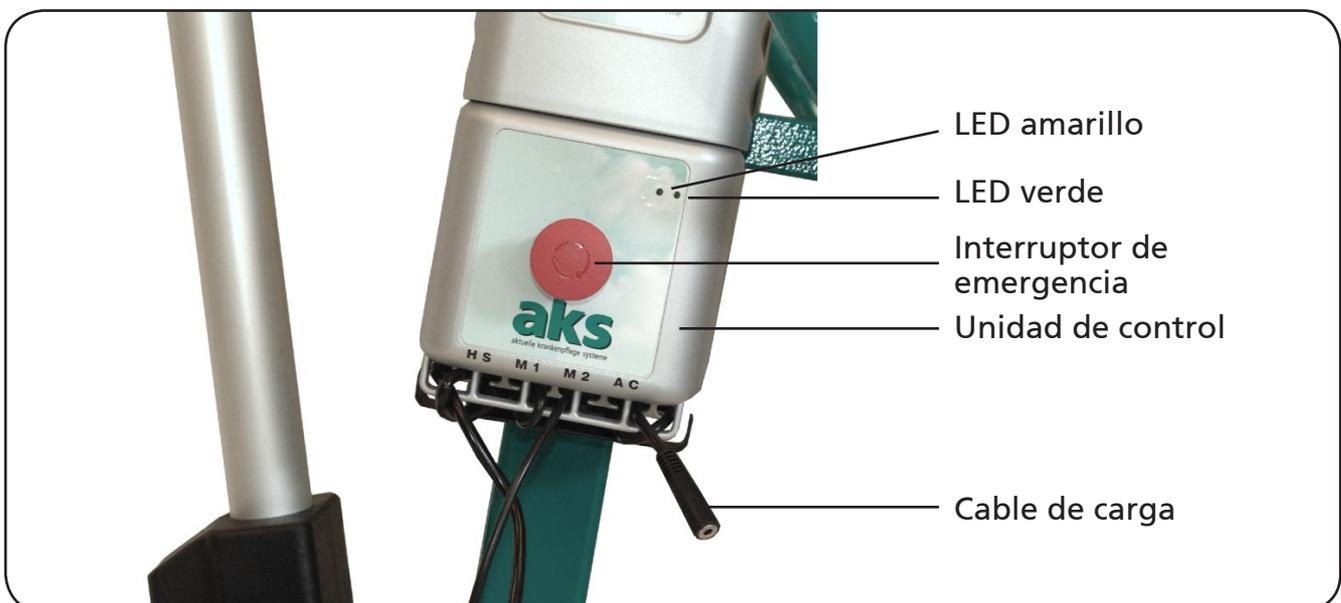

Figura 09
5. Compruebe las conexiones en la unidad de control (figura 09):
7. En caso de estar pulsado, desconecte el interruptor de parada de emergencia (figura 09), girándolo en sentido horario.